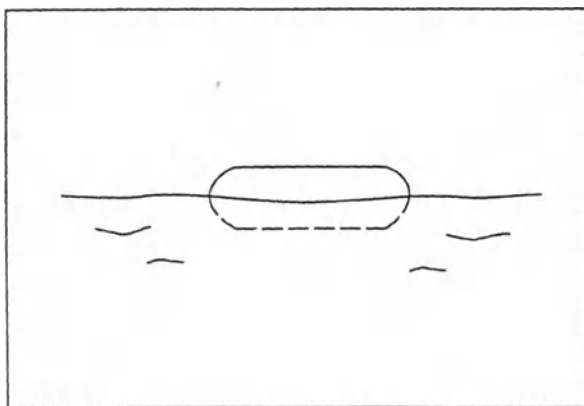

Рис. 4.29
2. Затем проверьте другие индикаторные шкалы, чтобы убедиться, что уровень воды находится в пределах этих шкал (см. рис. 4.29).